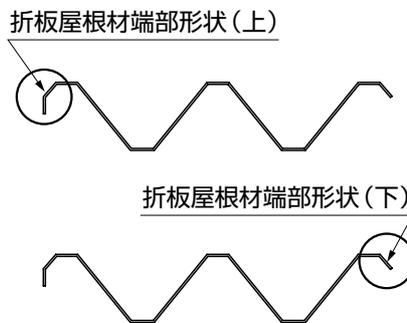

図16-8
- 折板屋根材端部形状には、上・下がありますので、図にしたがって重ねあわせてください。(図16-8参照)